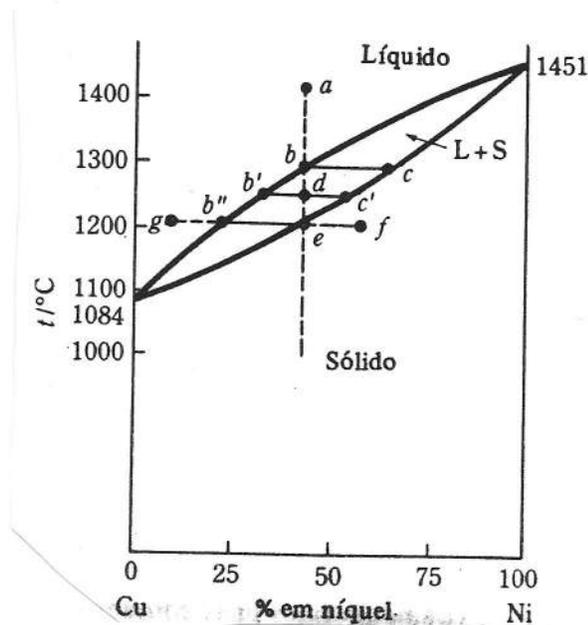

Fig. 15.16 O sistema cobre-níquel.
15.8 A Fig. 15.16 ilustra o equilíbrio entre soluções sólidas e líquidas no sistema cobre-níquel. Suponha que ambas as soluções, a líquida e a sólida, são ideais, então as condições de equilíbrio conduzem a duas equações da forma da Eq. (15.8); uma destas se aplica ao cobre e a outra ao níquel. Se invertermos as equações, elas se tornam